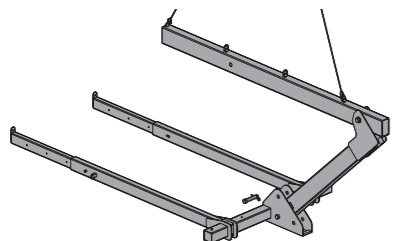
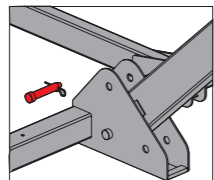

Fig. 5.3 (vue schématique)
Fig. 5.4 (vue schématique)
- Puis dépliez entièrement le palonnier à l'aide de la grue (Fig. 5.3 et Fig. 5.4).